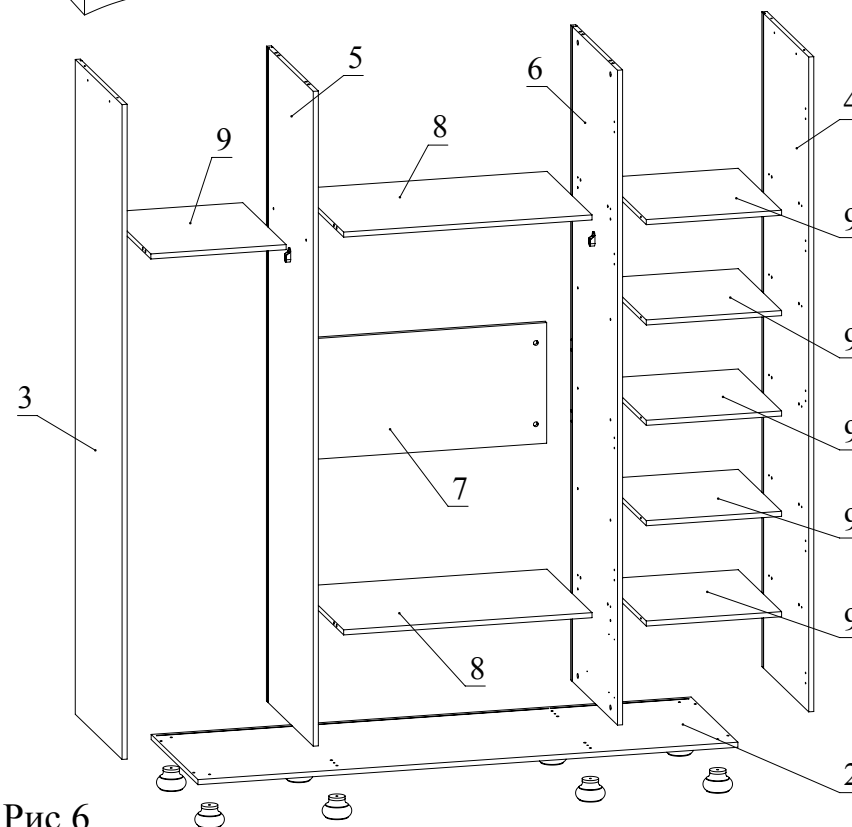

Рис.6
5. Соединить при помощи конфирматов детали 9 (5 шт.) с деталью 6. Установить деталь 4 на детали 9 (5 шт.) и зафиксировать, повернув конфирматным ключом головки минификсов по часовой стрелке до упора (Рис. 6).
6. Соединить при помощи конфирматов деталь 9 (1 шт.) с деталью 5. Установить деталь 3 на деталь 9 (1 шт.) и зафиксировать, повернув конфирматным ключом головки минификсов по часовой стрелке до упора (Рис. 6).
7. Установить детали 7, 8 между деталями 5 и 6 и зафиксировать, повернув конфирматным ключом головки минификсов по часовой стрелке до упора (Рис. 6).
8. С помощью конфирматов прикрутить опоры на деталь 2. Установить детали 5, 6 на деталь 2 и зафиксировать, повернув конфирматным ключом головки минификсов по часовой стрелке до упора. Соединить при помощи конфирматов детали 3, 4 с деталью 2 (Рис. 6).